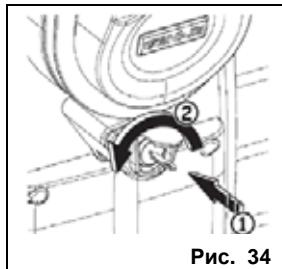

Рис. 34
- Вставив ключ для доступа к механизму отпирания, повернуть стрелу до упора против часовой стрелки в положение "STOP" (Останов). Рис. 34